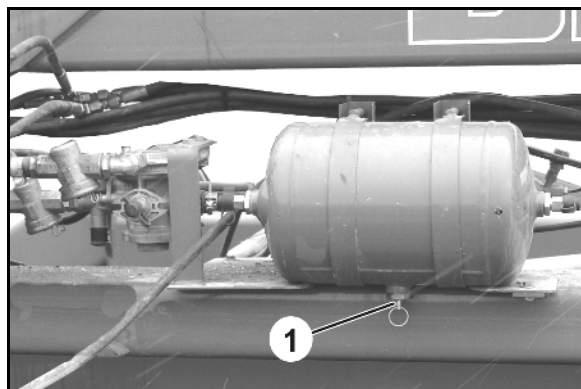

Рис. 53
3. Водоспускной кран тяните за кольцо (Рис. 53/1) в боковом направлении так долго, пока вода не перестанет выходить из ресивера.
Ресивер (Рис. 53/1) не должен: